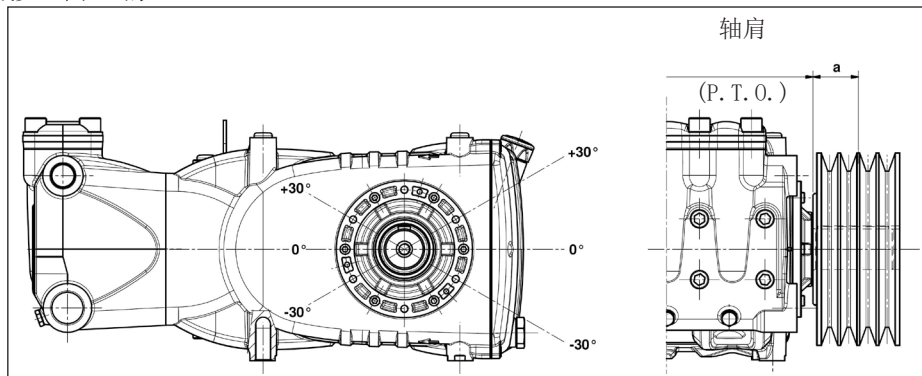

图 10
泵轴上的径向载荷不能超过7500 N(布局定义所必须的数值)。只有该载荷作用在距离轴肩(P. T. O.)的一段最大长度 $a=40 \text{ mm}$ 时，传动才被视为适当，见图10。
- b) 使用高效能皮带 - 例如XPB而不是SPB - 同样的功率传递, 使用的皮带数量会相对少, 继而相对轴肩 (P. T. O.) 的距离也会减少。图 10 的 “a”